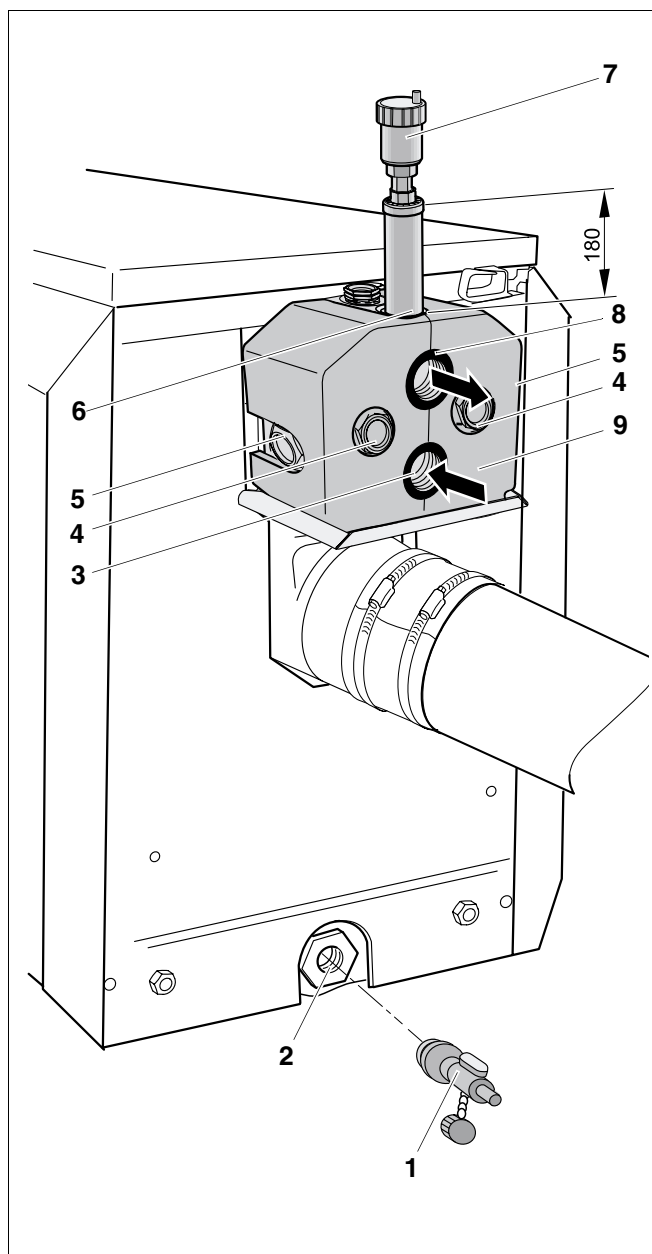

Fig. 55 Vedere din spate Logano G215 (dimensiuni în mm)
- Se face legătura între returul instalației de încălzire cu returul cazanului (Fig. 55, **Poz. 3**).
- Se face legătura între turul instalației de încălzire cu turul (Fig. 55, **Poz. 8**) cazanului.
la racordul unor componente greșite la conducta de siguranță de pe tur (Fig. 55, **Poz. 6**, pagina 46).
- Nu racordați pe conducta de siguranță a turului boilerul sau un alt circuit de încălzire (Fig. 55, **Poz. 6**, pagina 46).
Vă recomandăm să montați la cazanul de încălzire în forma finită (Fig. 55, **Poz. 9**, pagina 46) un set de siguranță cazan (accesorii) sau un dispozitiv de aerisire (accesorii – Fig. 55, **Poz. 7**, pagina 46).
- Robinetul de umplere și golire (Fig. 55, **Poz. 1**, pagina 46) se etanșează la racordul de umplere și golire al cazanului (Fig. 55, **Poz. 2**, pagina 46).
Puteți racorda boilerul la turul și returul pentru boiler (Fig. 55, **Poz. 4** și retur **5**, pagina 46) în funcție de amplasament, pe partea dreaptă sau stângă.